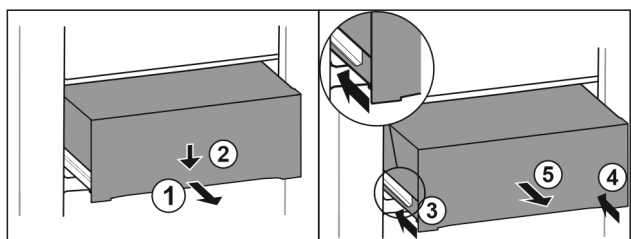

Fig. 155
- ▶ Zásuvku napůl vytáhněte. Fig. 155 (1)
- ▶ Stlačte zásuvku na přední straně dolů. Fig. 155 (2)
- ▶ Zasuňte levou kolejničku přibližně do 2 cm. Fig. 155 (3)
- ▶ Zasuňte pravou kolejničku přibližně do 2 cm. Fig. 155 (4)
- ▶ Vyměňte zásuvku dopředu. Fig. 155 (5)